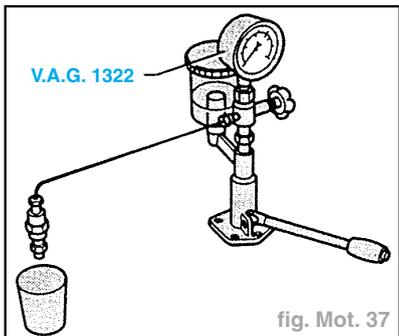

fig. Mot. 37
- Contrôler les injecteurs avec l'appareil de contrôle à cet effet (par exemple **V.A.G 1322**) et la conduite de pression **V.A.G. 1322/2** (fig. Mot. 37).